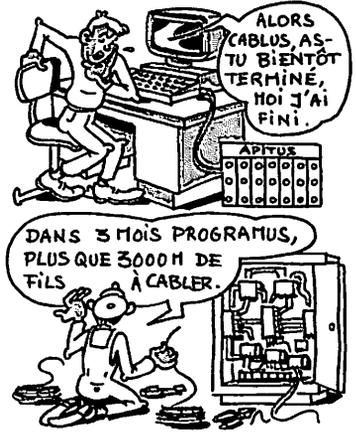

Fig. 12 : Comparaison logique câblée et programmée.
4.2. Inconvénients de la logique câblée (fig. 12)